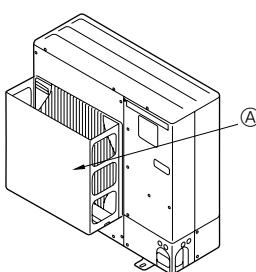
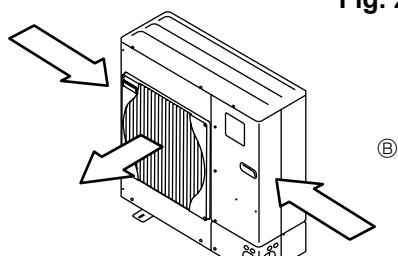

Fig. 2-4
Fig. 2-5
- ② Installer un guidage d'air optionnel si l'appareil est placé dans un endroit où les vents violents d'une tempête, par exemple, pourraient s'engouffrer directement dans la sortie d'air. (Fig. 2-4)
- ③ Guidage d'air
- ④ Placer l'appareil de sorte que la sortie d'air souffle dans la direction perpendiculaire à celle des vents saisonniers, si celle-ci est connue. (Fig. 2-5)
⑤ Sens du vent